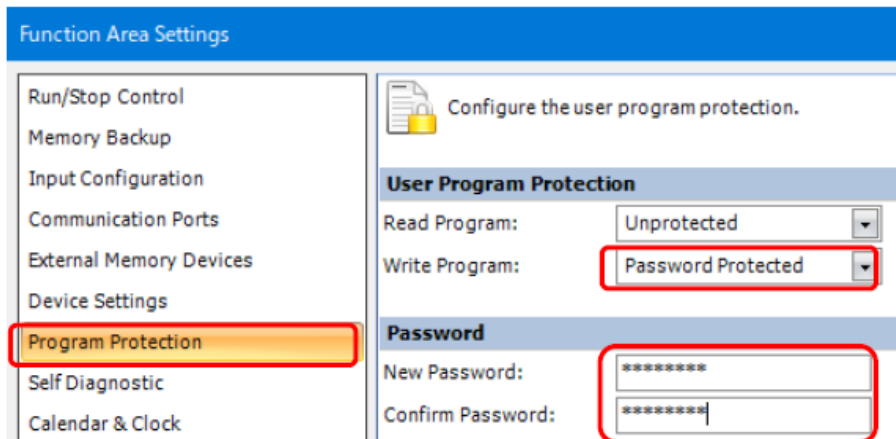

图 3: 程序保护
3. 如果 PLC 中的用户程序没有密码保护，则继续下一步。如果受保护，请在功能区设置对话框中选择“程序保护”，设置“密码保护”，然后输入密码。（图 3）